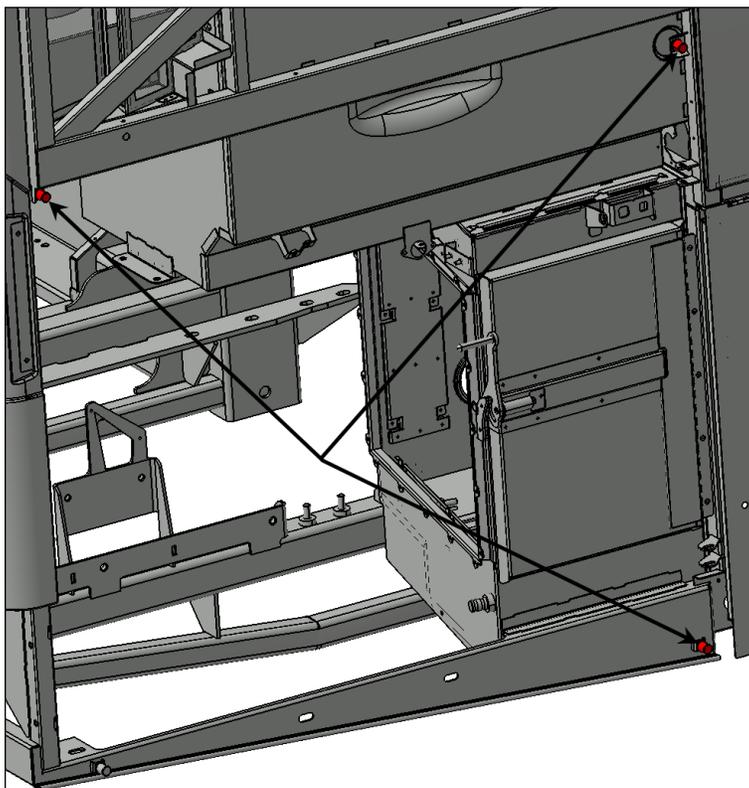
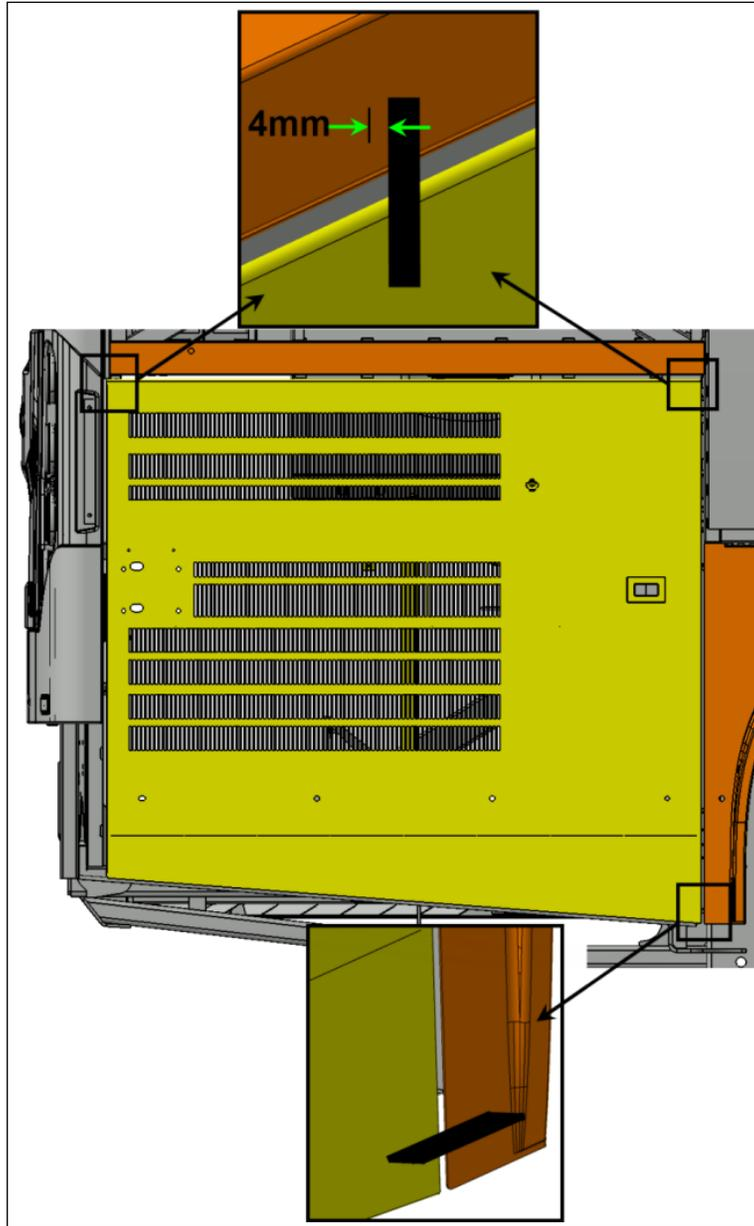

FIGURE 20
FIGURE 21
19. Visser ou dévisser les butées supérieures afin que la partie supérieure de la porte excède le panneau supérieur de $5/32''$ à $3/16''$ (4mm à 5mm) (voir Figure 20: et Figure 21:).